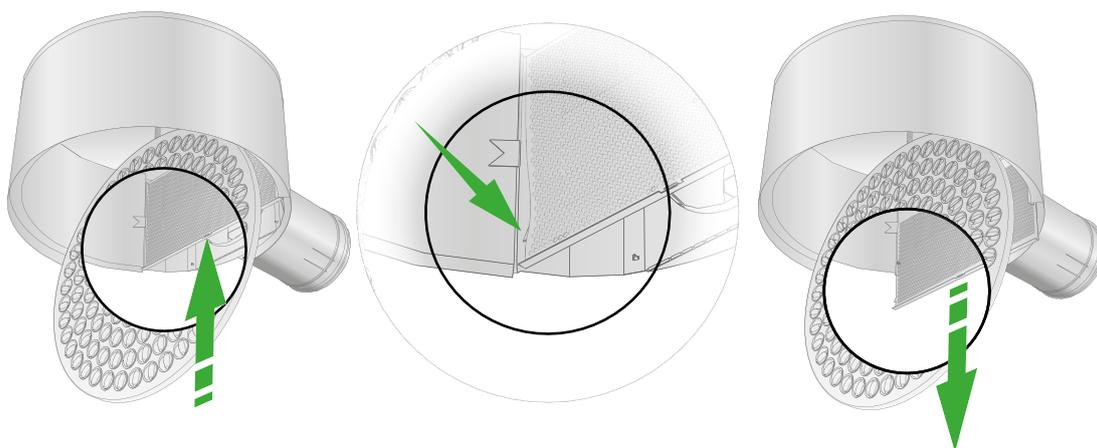

Figure 4. Démontage de la tôle de répartition de l'air.
- Détacher la tôle perforée de répartition de l'air côté entrée comme illustré à la figure 4. Utilisation en version air extrait : Si nécessaire, la tôle perforée de répartition de l'air peut être démontée, dans le cadre de l'installation ou de l'équilibrage.